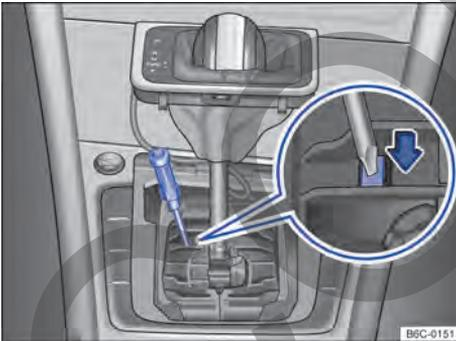

Fig. 100 Desinstalar la cubierta de la palanca selector y desbloquear el bloqueo de la palanca selector de emergencia.
- Con ayuda de un destornillador presionar cuidadosamente la palanca de desbloqueo en la dirección de la flecha y mantenerla en esa posición → fig. 100.